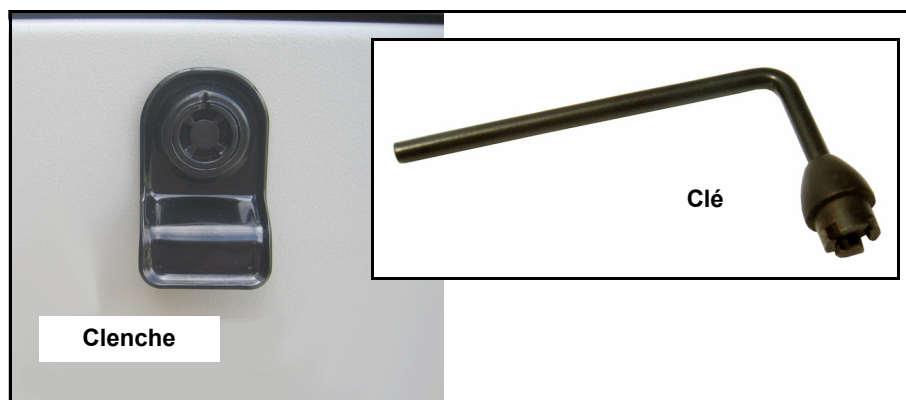

Figure 3-2. Clé du panneau d'accès
2. Insérez la clé dans le loquet et faites un demi-tour dans le sens antihoraire. Voir la Figure 3-2.